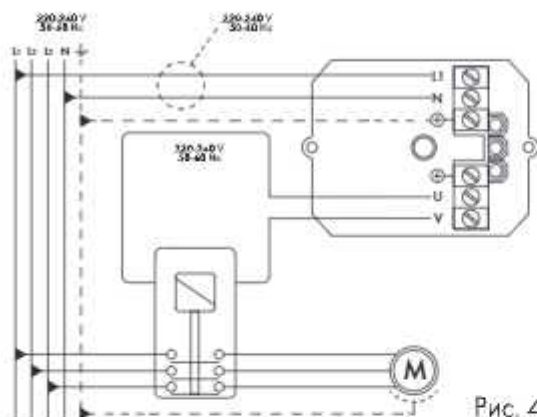

Рис. 4
4.2. Для электрического подсоединения придерживайтесь схемы, приведенной на кожухе монтажной платы или на рис. 3. При использовании блока автоматики с трехфазным или однофазным электронасосами, у которых коммутируемый ток свыше 10 А используйте электромагнитный пускатель (рис. 4), необходимо использовать электрокабель с термической стойкостью не ниже 99°C.